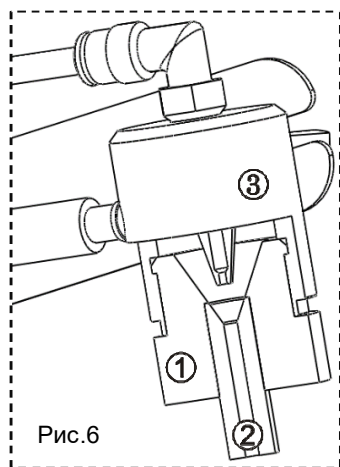

Рис.6
- **замена сопла** (рис.6) - вынуть носовую втулку (1), вытянуть изношенное сопло (2), слегка поворачивая его вокруг своей оси. Продуть сжатым воздухом носовую втулку и внутреннюю поверхность корпуса (3). Установить до упора новое сопло во втулку и втулку в корпус.